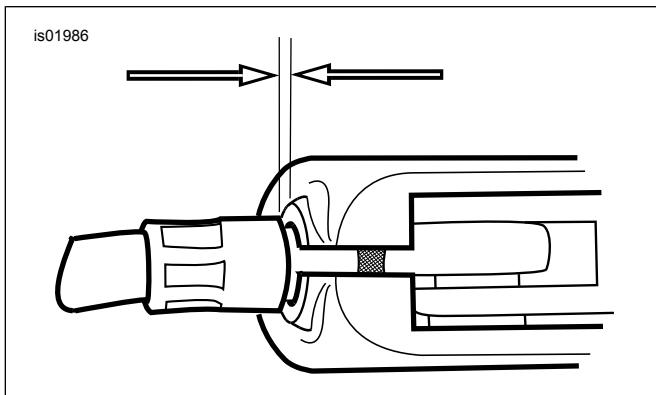

Abbildung 2. 1,6–3,2 mm (1/16–1/8 in) Kupplungszugspiel
- e. Siehe Abbildung 2. Den Seilzugspanner von der Sicherungsmutter wegdrehen, bis das Spiel am Handhebel beseitigt ist. Die Kupplungszughülse von der Kupplungshebelhalterung zurückziehen, um das Spiel zu prüfen. Den Seilzugspanner nach Bedarf drehen, um ein Spiel von 1,6–3,2 mm (1/16–1/8 in) zwischen Seilzughülse und Kupplungshebelhalterung zu erhalten.